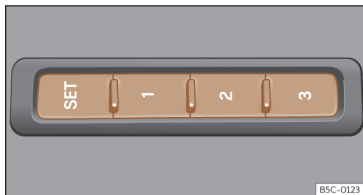

Fig. 74 No lado exterior do banco do condutor: botões de memória
- Pressione o botão **SET** durante mais de 1 segundo >>> **Fig. 74**.